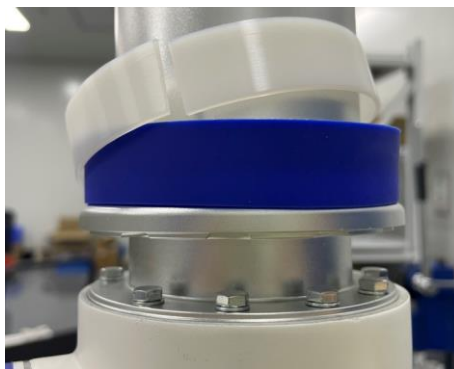

图 3-11 取下上臂橡胶环和支撑环
- 轻轻取下橡胶环, 并将其环绕在上臂上, 取下支撑环, 如图 3-11 所示: